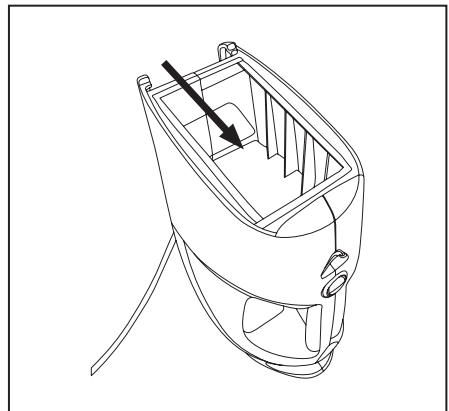

Fig. 15
- Placez le nouveau filtre à charbon sur la paroi arrière de l'aspirateur. Il devrait se placer confortablement sur les parois intérieur de l'aspirateur (Fig. 15).